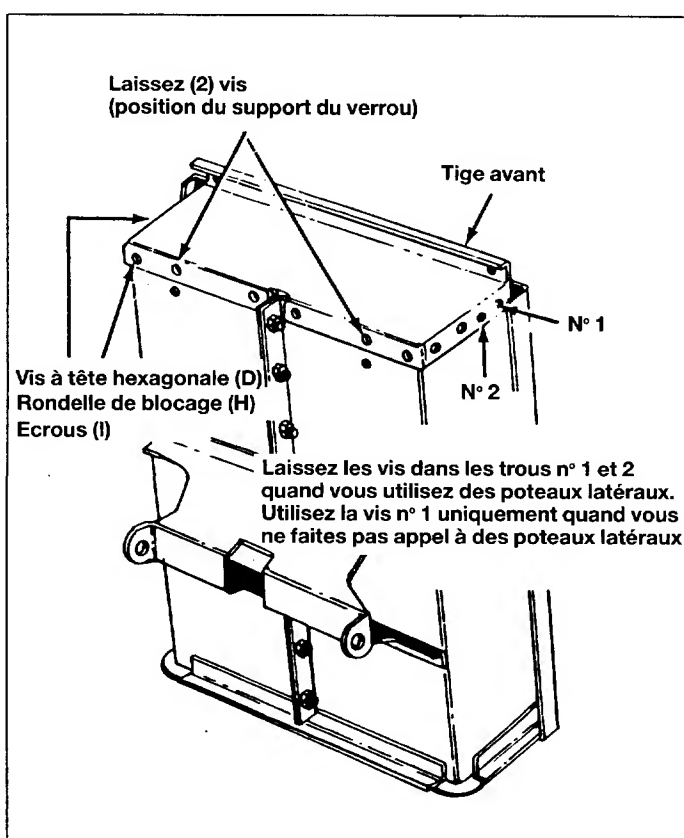

Fig. 8
13. Montez la tige avant contre la partie ouverte de la remorque. Utilisez des vis à tête hexagonale de 6 mm×12 mm (D), des rondelles de blocage (H) et des écrous (I). Les têtes des vis doivent être du côté intérieur de la remorque. Voir la figure 8.
REMARQUE! Laissez les vis dans les trous n° 1 ou n° 2 lorsque vous utilisez des poteaux latéraux. (Équipement spécial). Voir la figure 8.